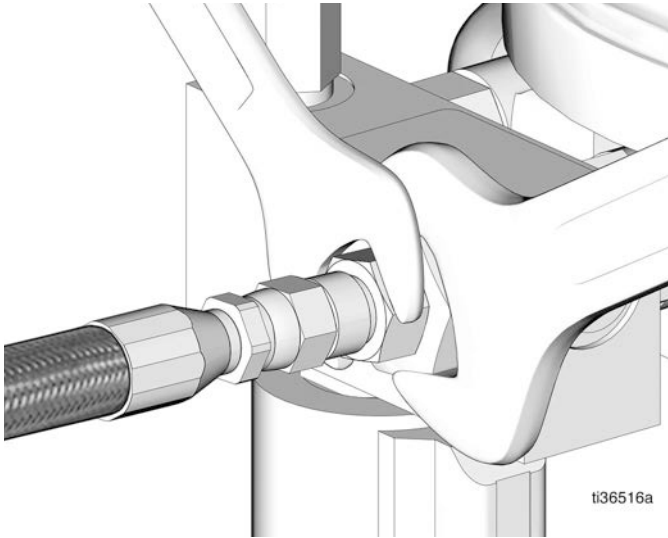

FIG. 14
10. Rebranchez la conduite principale à la sortie de la pompe (FIG. 14).